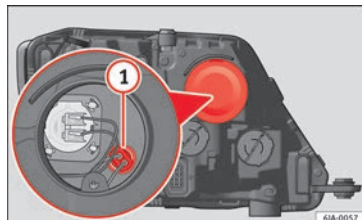

Fig. 89 Remplacement de l'ampoule des feux de position.
- Retirez le cache de protection »» fig. 89.
- Retirez le support d'ampoule »» fig. 89 ① en tirant vers l'extérieur.